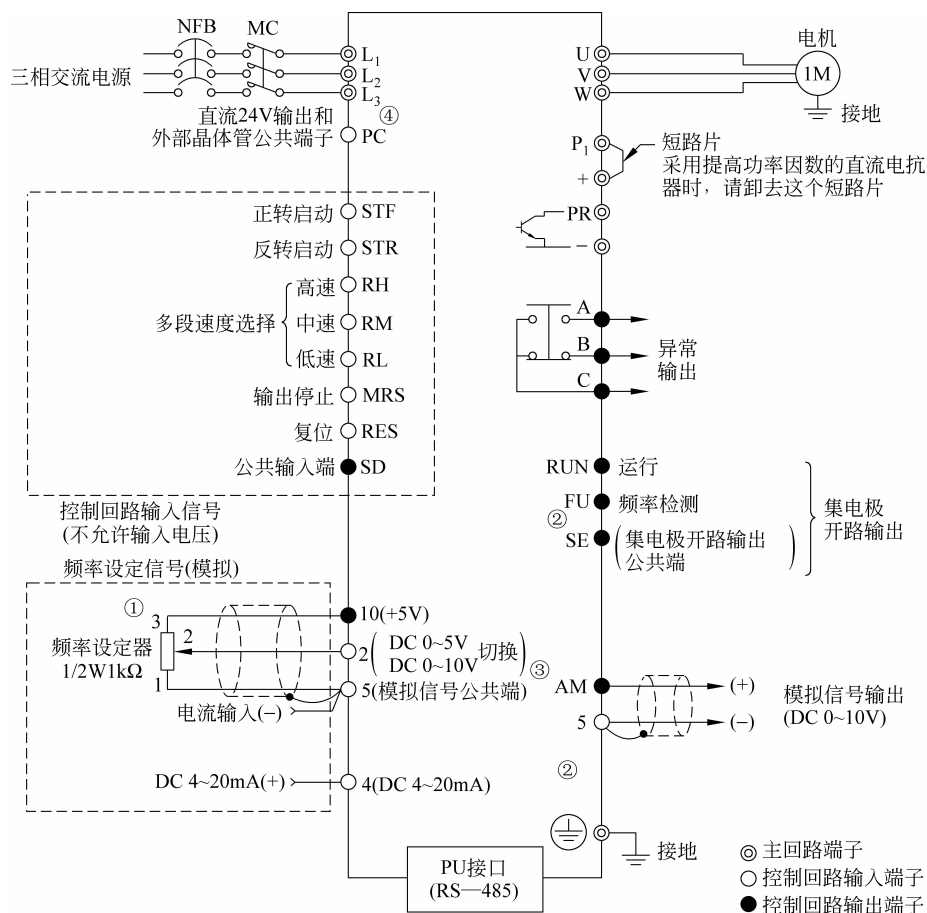

图 3-7 三相 400V 电源输入端子接线图
① 变频器使用了塑料零件,为了不造成破损,请小心地使用。
② 请安置在不易受震动的地方,注意台车、冲床等的震动。
- ③ 安装场所的周围温度不能超过允许的温度($-10\sim+50^{\circ}\text{C}$)。
- ④ 变频器可能达到很高的温度,大约最多到 150°C 。请安装在不可燃的表面上,例如金属。同时,为了使热量易于散发,应在其周围留有足够的空间。
- ⑤ 避免阳光直射的高温场所、多湿场所。
- ⑥ 将变频器安装在干净的场所,或安装在可阻挡任何悬浮物质的封闭型屏板内。
- ⑦ 在 2 台或 2 台以上变频器以及通风扇安装在一个控制箱内时,应注意正确的安装位置,确保变频器周围温度在允许值以内。
- ⑧ 变频器要用螺丝垂直且牢固地安装在安装板上。
(2) 接线。
① 端子接线图。
a. 三相 400V 电源输入端子接线如图 3-7 所示。